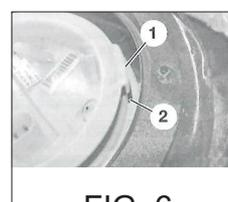

FIG. 6
- 2 Asegurarse de que el nervio (1) [FIG. 6] se encaja bien en el vaciado (2) [FIG. 6] del depósito de combustible.